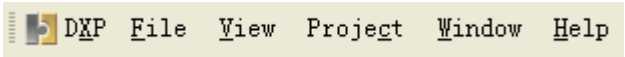

图 1-4 主菜单栏
Altium Designer 的菜单栏是用户启动设计工作的入口，具有命令操作、参数设置等功能。用户进入 Altium Designer，首先看到主菜单栏中有 6 个下拉菜单，如图 1-4 所示。
- (1) 单击图 1-4 主菜单栏中的  DXP 按钮，弹出系统菜单。